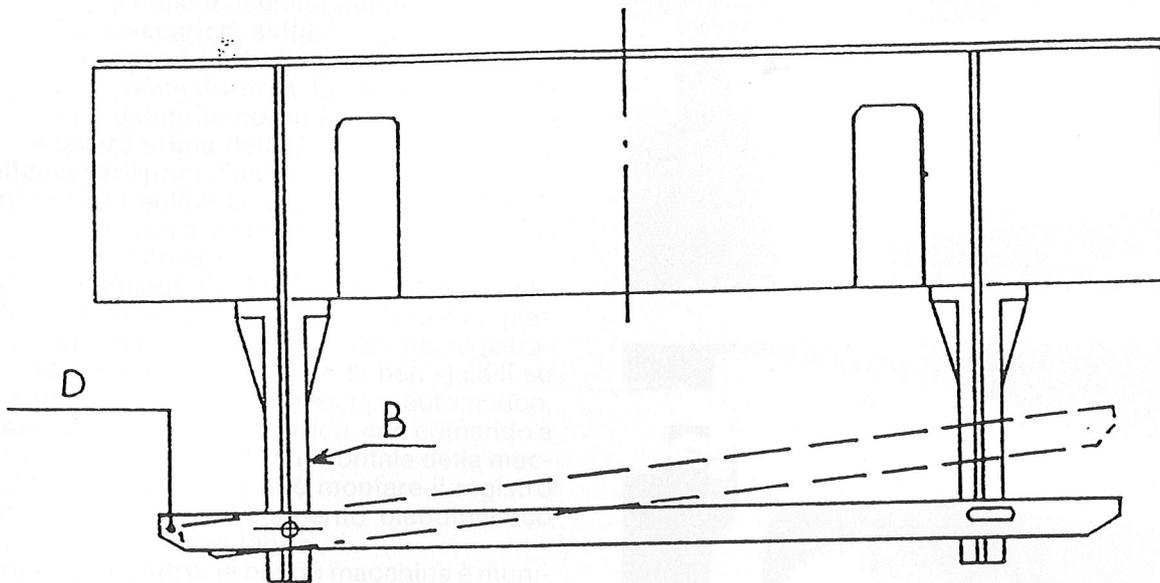

FIG. 1
Il registro anteriore come da pos. 1, dà la possibilità di rifilare lamiere di considerevole larghezza e di lunghezza illimitata, grazie anche ai suoi supporti B. Con esso è possibile fare anche tagli inclinati spostando la riga D come dalla fig. 1.